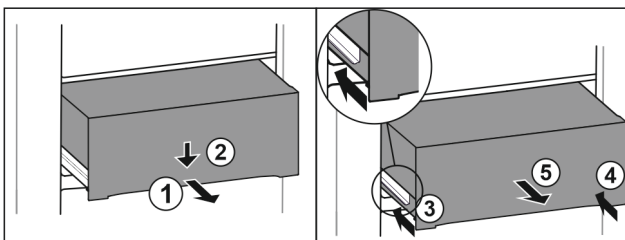

Fig. 151
- ▶ Schubfach halb herausziehen. Fig. 151 (1)
- ▶ Schubfach an der Vorderseite nach unten drücken. Fig. 151 (2)
- ▶ Linke Schiene etwa 2 cm einschieben. Fig. 151 (3)
- ▶ Rechte Schiene etwa 2 cm einschieben. Fig. 151 (4)
- ▶ Schubfach nach vorne entnehmen. Fig. 151 (5)